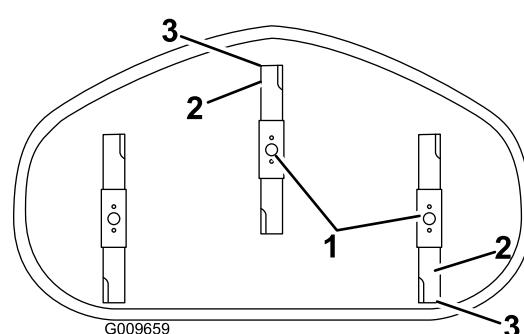

Figure 56
4. Faites pivoter les lames avec précaution pour faire passer les pointes avant à l'arrière (Figure 56).
5. Mesurez la distance entre la pointe de la lame avant et la pointe de la lame arrière par rapport à la surface plane (Figure 56). Si la pointe avant de la lame n'est pas de 1,6 à 7,9 mm (1/16 à 5/16 po) plus basse que la pointe arrière, réglez le contre-écrou avant.